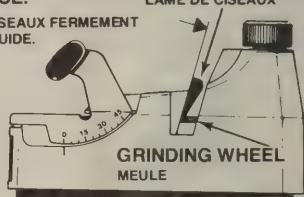

FIG. 18
Hold the blade firmly against the guide angle as shown in Fig. 18, and slowly draw the scissors across the grinding wheel. Repeat once or twice.
**DRAW SCISSORS ACROSS THE WHEEL SLOWLY WHILE HOLDING FIRMLY AGAINST GUIDE FACE AS SHOWN IN FIG. 18.**
TIREZ LES CISEAUX LENTEMENT À TRAVERS LA MEULE TOUT EN PRESSANT FERMEMENT CONTRE LE GUIDE SELON LA FIG. 18.
Tenez la lame fermement contre le guide selon la Figure 18, et tirez lentement contre la meule. Répétez une ou deux fois.